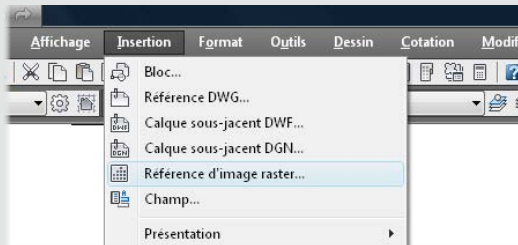

Figure 17
10. Dans le menu Insertion, nous choisissons l'option Référence d'image raster (voir Figure 17).